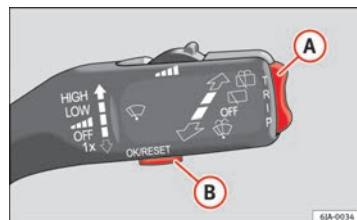

Fig. 35. Palanca del limpiacristales: mandos de la pantalla informativa
- **Menú principal** se activa manteniendo pulsada la tecla basculante **A** ⇒ fig. 35.
- Si en la pantalla informativa aparece algún aviso tendrá que confirmarlo pulsando la tecla ⇒ fig. 35 ⇒ página 65 antes de poder acceder al menú principal.